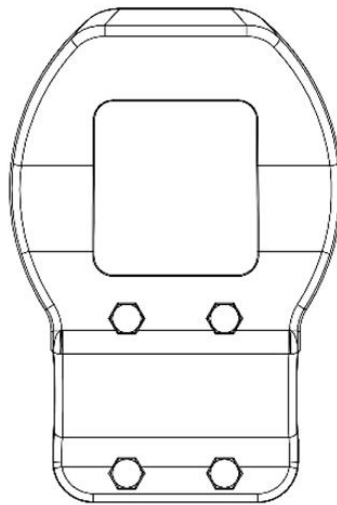

Fig. 3c
- fig. 3c – uchwyt w rzucie z przodu w trzeciej odmianie;